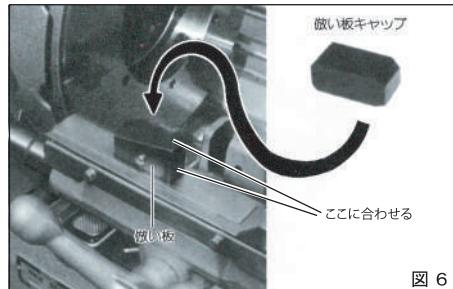

図 6
- ①付属の倣い板キャップを往復台の倣い板の上面と側面に合わせてかぶせてください。(図6)
- ②溝切りサイズに合ったダイヘッドを往復台にセットしてください。